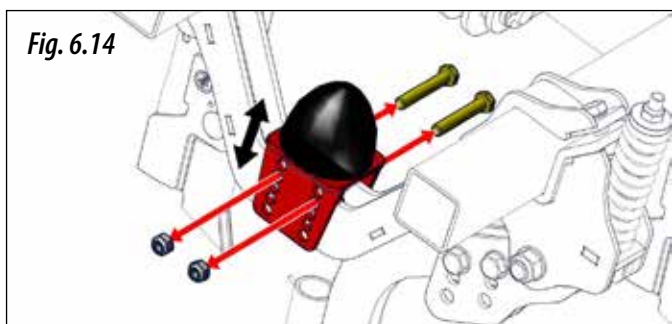

Fig. 6.14
- 2- Retirer les vis et les écrous (figure 6.14).
- 2- Déplacer la butée jusqu'à la position souhaitée (figure 6.14).